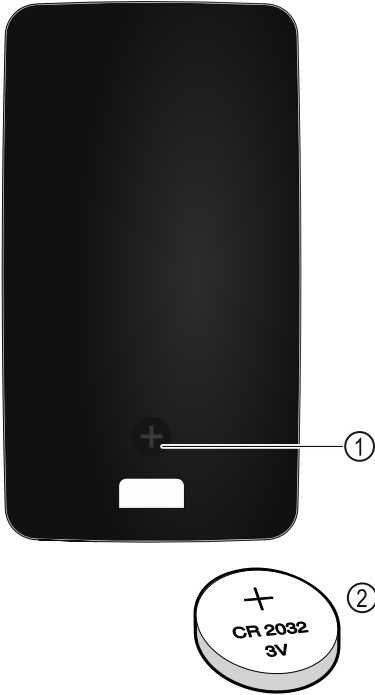

Fig. 255
遥控器由 3V 的 CR 2032 型电池供电 Fig. 255 (2)，该电池可从专业经销商处获得。
- ▶ 拧出遥控器背面的螺钉 Fig. 255 (1)。